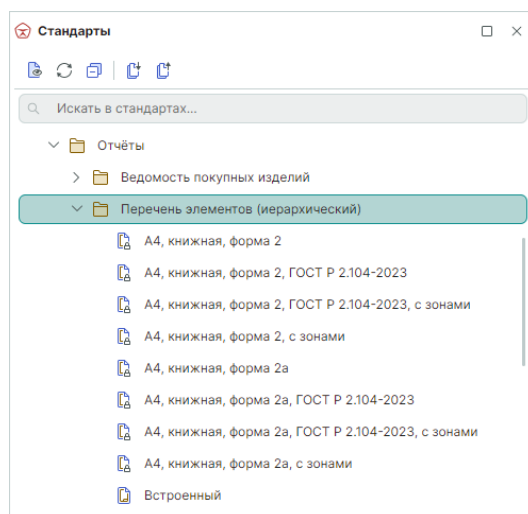

Рис. 79 Форматы и штампы перечня элементов (иерархического)
- Перечень элементов (иерархический), см. Рис. 79.